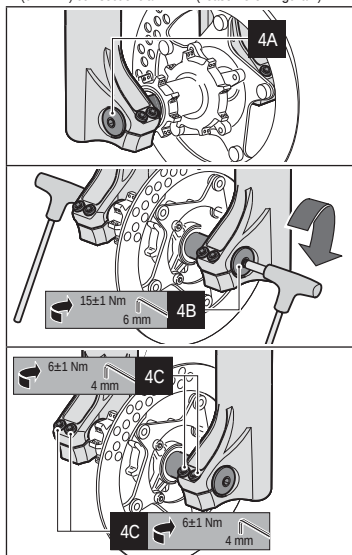

Figura 4 - Instalación rueda en horquillas de  $\varnothing 35/\varnothing 38$  mm con eje pasante de  $\varnothing 20$  mm
- Alinee el centro de la rueda con los dos ejes de rueda (véase 4A en Figura 4).
- Introduzca el eje a través del soporte rueda derecho, de la rueda y del soporte rueda izquierda (véase 4A en Figura 4).
- Apriete el eje al par de torsión previsto ( $15 \pm 1$  Nm) actuando en el tapón del perno (véase 4B en Figura 4) con una llave Allen de 6 mm.
- Ayudándose con una llave Allen de 4 mm, apriete los tornillos colocados en los dos soportes rueda al par de torsión previsto ( $6 \pm 1$  Nm) con secuencia "1-2-1" (véase 4C en Figura 4).